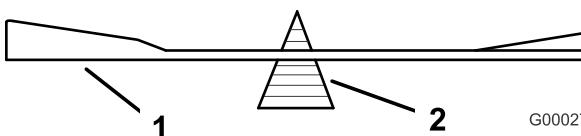
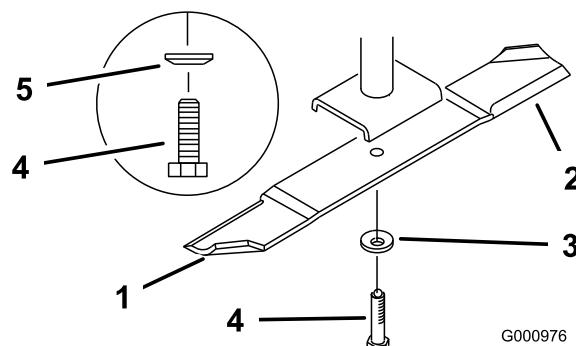

Figura 62
Figura 63
2. Verifique el equilibrio de la cuchilla colocándola sobre un equilibrador de cuchillas (Figura 62). Si la cuchilla se mantiene horizontal, está equilibrada y puede utilizarse. Si la cuchilla no está equilibrada, rebaje algo el metal en la parte de la vela solamente (Figura 63). Repita este procedimiento hasta que la cuchilla esté equilibrada.
1. Instale la cuchilla en el eje (Figura 63).
2. Instale la arandela de muelle y el perno de la cuchilla. El cono de la arandela de muelle debe estar orientado hacia la cabeza del perno (Figura 63). Apriete el perno de la cuchilla a 115–150 Nm (85–110 pies-libra).
2. Retire del eje el perno de la cuchilla, la arandela de muelle y la cuchilla (Figura 63).